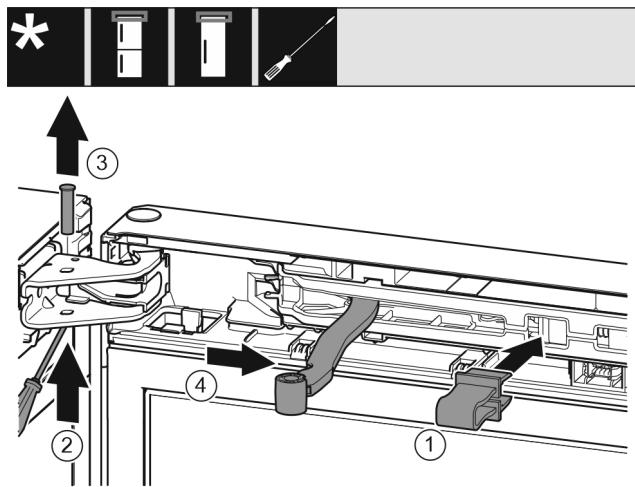

Fig. 9
- Κουμπώστε την ασφάλεια στο άνοιγμα. Fig. 9 (1)
- Ωθήστε έξω τον πείρο με το κατσαβίδι. Fig. 9 (2)
- Αφαιρέστε τον πείρο προς τα επάνω. Fig. 9 (3)
- Περιστρέψτε την άρθρωση προς την πόρτα. Fig. 9 (4)